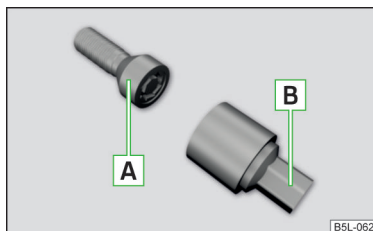

Abb. 240
Die Anti-Diebstahl-Radschrauben schützen die Räder vor einem Diebstahl. Diese lassen sich ausschließlich mit dem Aufsatzstück  » Abb. 240 lösen/festziehen.
- Den Radschlüssel bis zum Anschlag auf die Radschraube stecken. Für die Anti-Diebstahl-Radschrauben das zugehörige Aufsatzstück verwenden » Abb. 240 auf Seite 221.